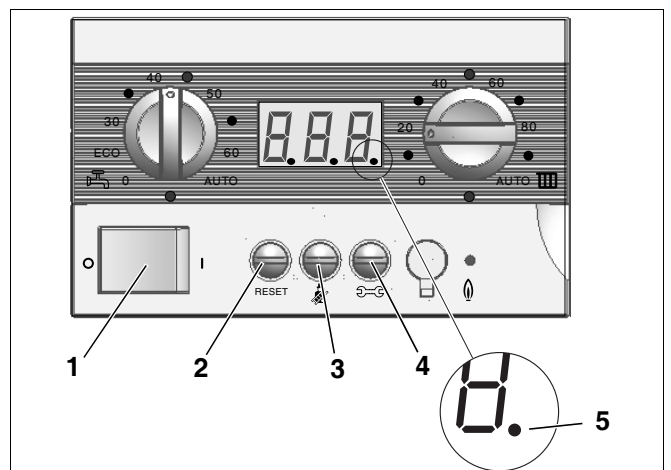

Abb. 41 Bedienmodul BM10
- Betriebsschalter am BM10 auf „0“ (Aus) stellen (Abb. 41, **Pos. 1**).
- Taste „Abgastest“ (Abb. 41, **Pos. 3**) drücken und gedrückt halten (ca. 2 Sekunden), bis der Dezimalpunkt (Abb. 41, **Pos. 5**) rechts unten im Display erscheint.
- Die Tasten „Abgastest“ und „Service“ (Abb. 41, **Pos. 3 und 4**) gleichzeitig drücken und gedrückt halten (ca. 5 Sekunden), bis „Lxx“ (z. B. L80) im Display erscheint.
- Einstellung durch Drücken der Taste „Service“ (Abb. 41, **Pos. 4**) bestätigen.
- Taste „Service“ (Abb. 41, **Pos. 4**, Seite 49) so oft drücken, bis die Temperaturanzeige im Display erscheint.
- Taste „Abgastest“ (Abb. 41, **Pos. 3**, Seite 49) drücken, um die Messung zu beenden. Der Dezimalpunkt rechts unten im Display erlischt.